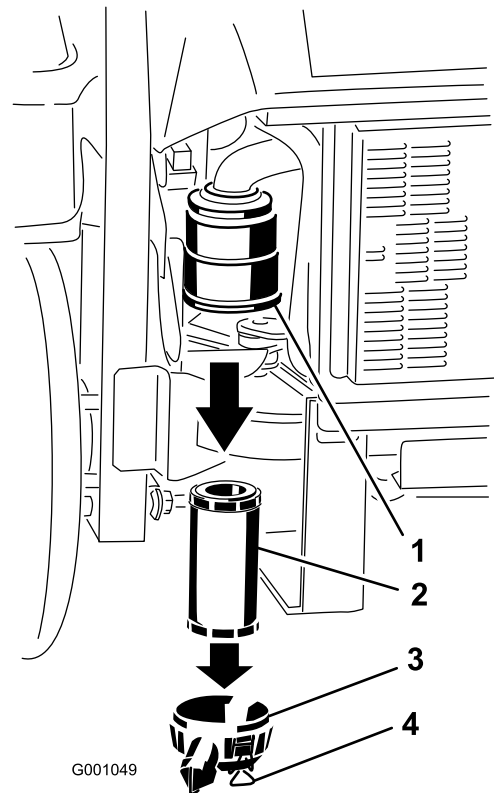

Figura 43
3. Liberte os trincos do filtro de ar e empurre a cobertura do filtro de ar para fora do corpo do filtro (Figura 43).
5. Deslize suavemente o filtro para fora do corpo do filtro (Figura 43). Evite que o filtro bata na parte lateral do corpo.